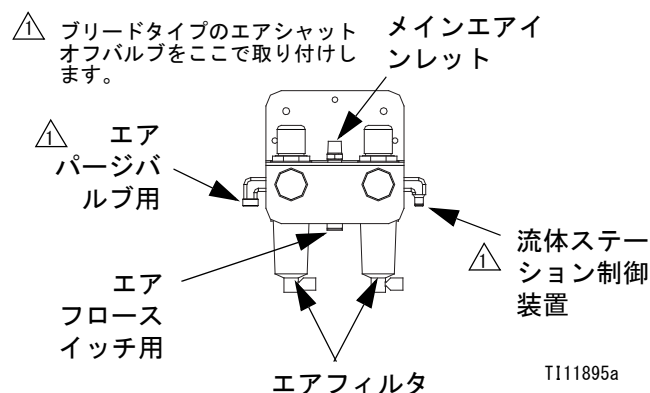

図 5. エア供給制御
- エアラインフィルタ : ソレノイドの詰まり防止のために、エア供給よりオイルおよび水を濾過する、10 ミクロン以上のエアフィルタの使用が推奨されます。図 5 を参照してください。
2. ブリードタイプエアシャットオフバルブを制御エアフィルタのインレットに取り付けます。図 5 を参照してください。